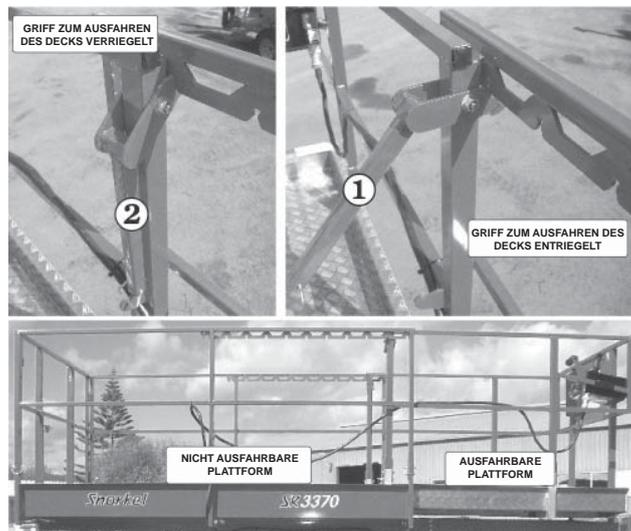

Abb. 8.26
Die ausfahrbare MULTI-Position-Plattform (siehe Abb. 8.26) kann sicher in verschiedenen Positionen verriegelt werden. Die Plattform kann wie folgt in die verschiedenen Positionen gebracht werden:
2. Klappen Sie die Griffe zum Ausfahren der Plattform (an beiden Seiten des Decks je einer) **1** nach oben, um das Deck zu entriegeln (siehe Abb. 8.26).
4. Klappen Sie die Griffe wieder nach unten, bis sie einrasten **2** und verriegelt sind (siehe Abb. 8.26).